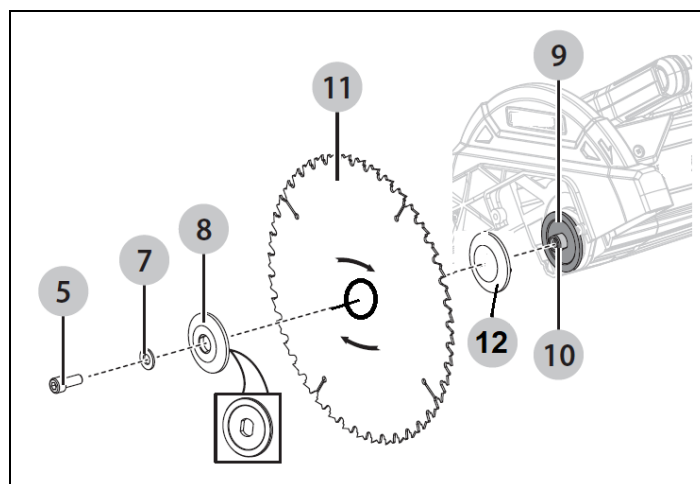

Рисунок 12c
- Ослабьте винт оправки (5) специальным ключом (6) (прилагается), снимите винт оправки (5), плоскую шайбу (7) и внешний фланец (8). (Рис. 12c)